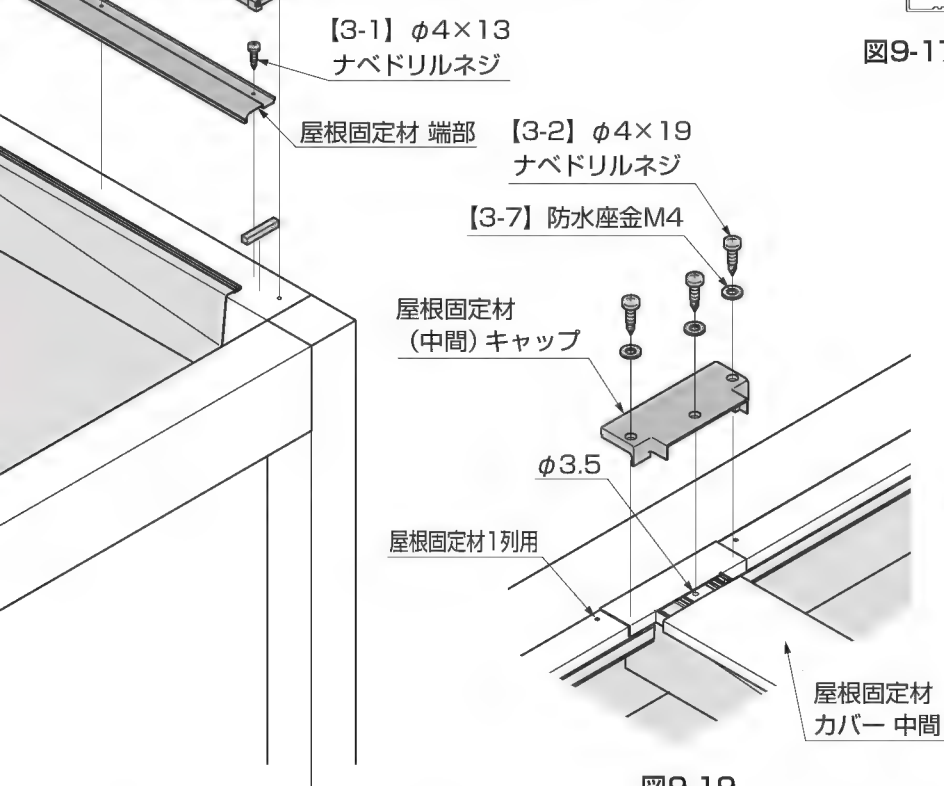
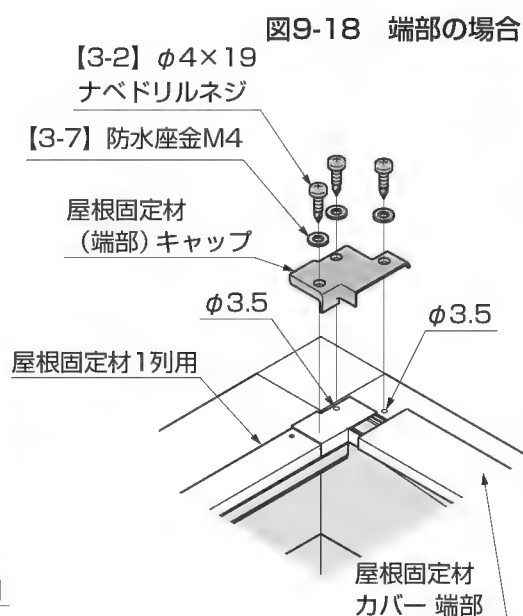

図9-19
図9-20
⑤ フレームに屋根固定材キャップを取付けるための下穴φ3.5をあけてください。（図9-19、図9-20参照）
⑥ 屋根固定材キャップを屋根固定材1列用、フレームに【3-2】、【3-7】で取付けてください。（図9-19、図9-20参照）